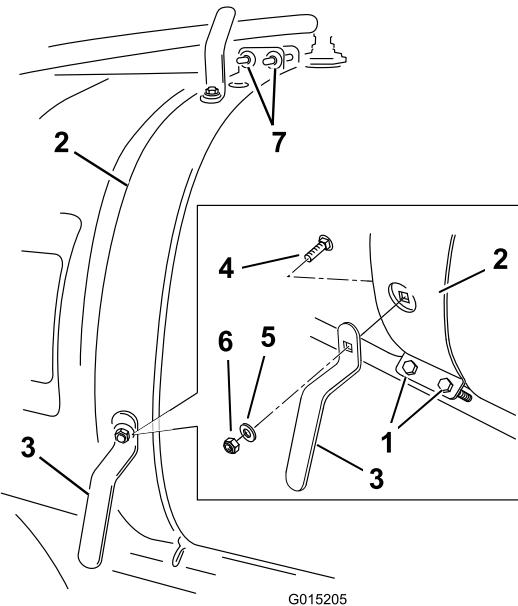

Bild 3
1. Lösen Sie den vorderen Behälterriemen an der rechten Seite (Bild 3).
2. Befestigen Sie den unteren Schlauchhaken mit einer Schlossschraube ((5/16 x 3/4 Zoll)), einer Scheibe ((3/8 Zoll)) und einer Sicherungsmutter ((5/16 Zoll)), wie in Bild 3 dargestellt.
3. Befestigen Sie den oberen Schlauchhaken mit einer Schlossschraube ((5/16 x 3/4 Zoll)), einer Scheibe ((3/8 Zoll)) und einer Sicherungsmutter ((5/16 Zoll)), wie in Bild 3 dargestellt.